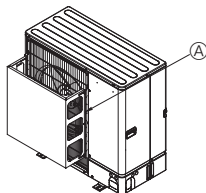
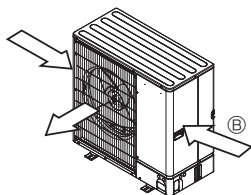

Fig. 2-5
Fig. 2-6
- ② Montera en extra luftledare om enheten installeras på en plats där kraftig vind från tyfoner osv kan komma direkt in i luftutblåset. (Fig. 2-5)
- ③ Luftledare
- ④ Placera om det går enheten så att luftutblåset blåser vinkelrätt mot den säsongsbetingade vindriktningen. (Fig. 2-6)
- ⑤ Vindriktning